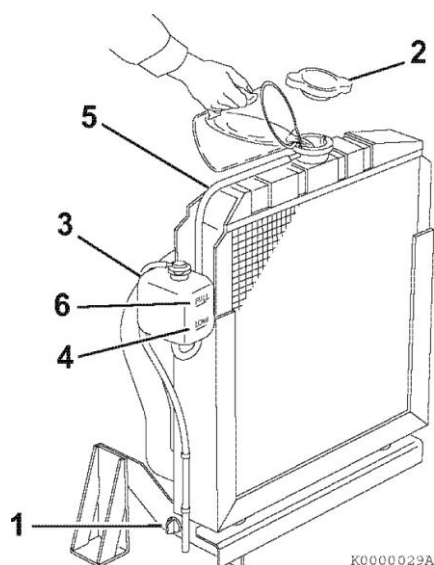
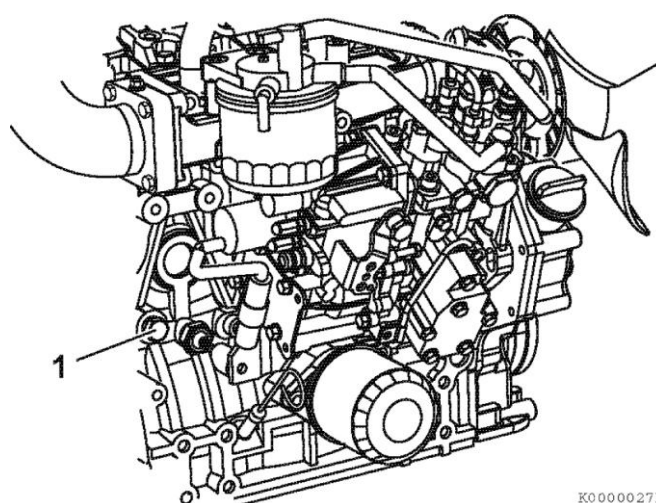
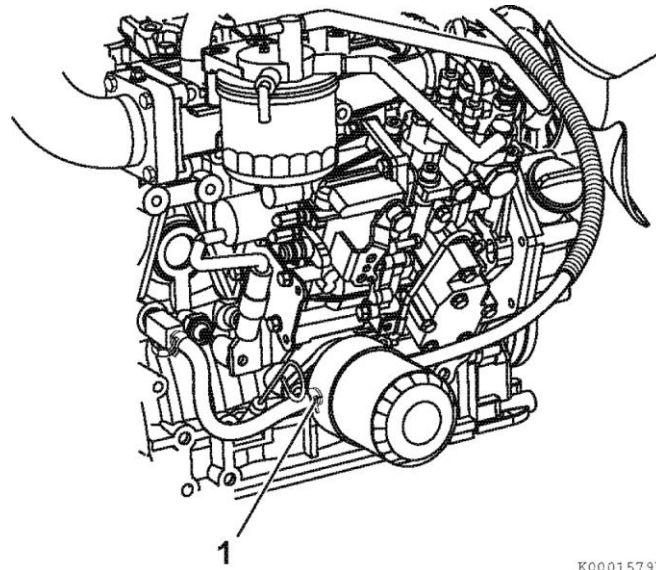

Рисунок 30
Рисунок 31
Рисунок 32
1. Убедитесь, что сливная пробка радиатора стоит на месте и закручена, и сливной кран (рисунок 30, (1)) закрыт. Также удостоверьтесь, что сливная пробка охлаждающей жидкости (рисунок 31, (1)) в блоке цилиндров стоит на месте и закручена, и шланги охлаждающей жидкости (рисунок 32, (1)) установлены и подсоединены к масляному радиатору.
5. Снять крышку радиатора (Рисунок 30 (2)), повернув её против часовой стрелки на 1/3 оборота.
7. Установите крышку радиатора на место (рисунок 30, (2)). Выровняйте выступы на задней стороне крышки радиатора с прорезями на заливной горловине радиатора. Нажмите вниз и поверните крышку по часовой стрелке на 1/3 оборота.
8. Снимите крышку расширительного бачка (рисунок 30, (3)), и залейте в него охлаждающую жидкость до отметки LOW (COLD) НИЖНИЙ (ХОЛОДНЫЙ) (рисунок 30, (4)). Установите крышку расширительного бачка на место.
9. Проверьте шланг (рисунок 30, (5)), который соединяет расширительный бачок (рисунок 30, (3)) с радиатором. Убедитесь, что шланг надежно подключен и закреплен и на нем нет трещин или повреждений. Если на шланге имеются повреждения, то из него охлаждающая жидкость будет вытекать наружу вместо того, чтобы поступать в расширительный бачок.
10. Дайте двигателю поработать, пока он не достигнет рабочей температуры. Проверьте уровень охлаждающей жидкости в расширительном бачке. При работе двигателя и при нормальной температуре охлаждающей жидкости, уровень охлаждающей жидкости в расширительном бачке должен быть на отметке или около отметки FULL (HOT) ПОЛНЫЙ (ГОРЯЧИЙ) (рисунок 30, (6)). Если уровень охлаждающей жидкости находится ниже отметки FULL (HOT) ПОЛНЫЙ (ГОРЯЧИЙ), долейте охлаждающую жидкость в расширительный бачок, чтобы её
1. Проверьте уровень охлаждающей жидкости через прозрачный расширительный бачок. Когда двигатель холодный, уровень охлаждающей жидкости в расширительном бачке должен быть на уровне или немного выше уровня отметки LOW (COLD) НИЖНИЙ (ХОЛОДНЫЙ) (рисунок 30, (4)) на расширительном бачке. Если уровень охлаждающей жидкости находится на отметке FULL (HOT) ПОЛНЫЙ (ГОРЯЧИЙ) (рисунок 30, (6)), когда двигатель холодный, то при нагревании охлаждающая жидкость расширится, увеличится в объеме, и в результате выплеснется через переливной шланг.